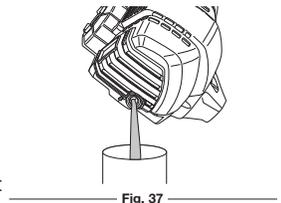

Fig. 37
- Videz l'huile dans un récipient en penchant l'appareil sur le côté (Fig. 37). Allouez assez de temps pour une vidange complète.